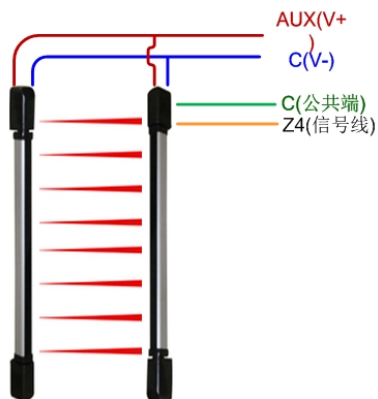

图 5-70 探测器接线图（左侧立柱）
- ① 将左侧探测器的信号线分别接在 Z4、C 端口，如图 5-70 所示。